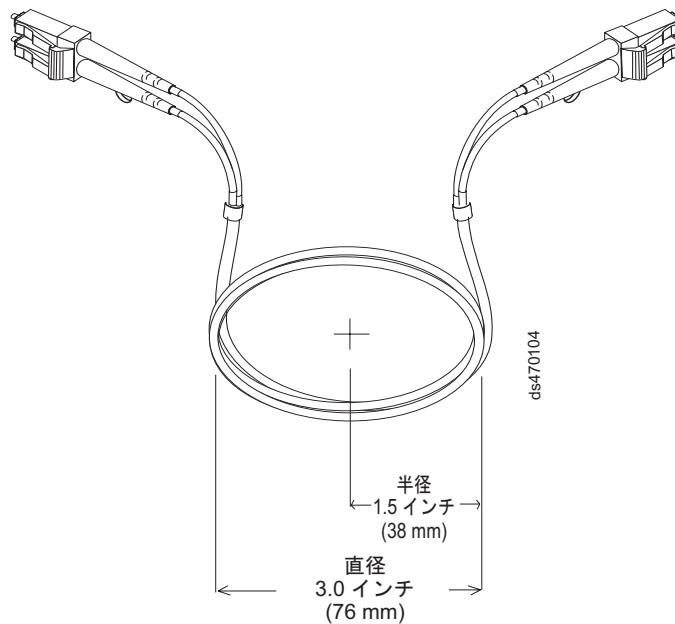

図 24. 光ファイバー・ケーブルの曲げおよびループに関する仕様
- 余分な、または未使用の光ファイバー・ケーブルを保管するときは、ケーブルを直径 76 mm (3 インチ) 未満または半径 38 mm (1.5 インチ) 未満に曲げないでください。また、ケーブルを折り返さないでください。 54 ページの図 24を参照してください。